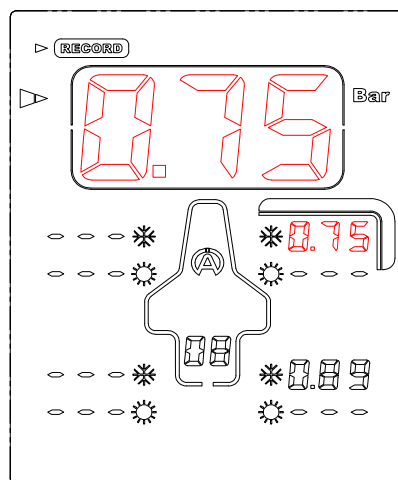

Figure 4
- 4) Pressez le bouton central  pour enregistrer la pression mesurée, ensuite le point de capture affiché à l'écran se déplace automatiquement sur un autre pneu, suivant la séquence programmée dans le menu SETUP. Dans l'exemple (figure 4), l'appareil se positionne sur le pneu avant droite.
- 5) Appliquez l'embout du Tyrecontrol sur la valve du pneu. (figure 4).